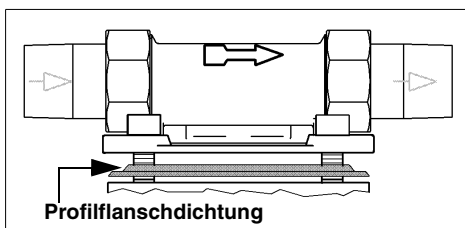

Abb. 10: Einbaudrehflansch
- 7 **Nur alle 4 Jahre:** Benutzte Profiflanschdichtung entfernen und ersetzen. Das Profil der Profiflanschdichtung muss zum Einbaudrehflansch zeigen. (siehe Abb. 10). Wird dies nicht beachtet, so können Undichtheiten und Wasserteilschäden an Haus und Einrichtung entstehen.